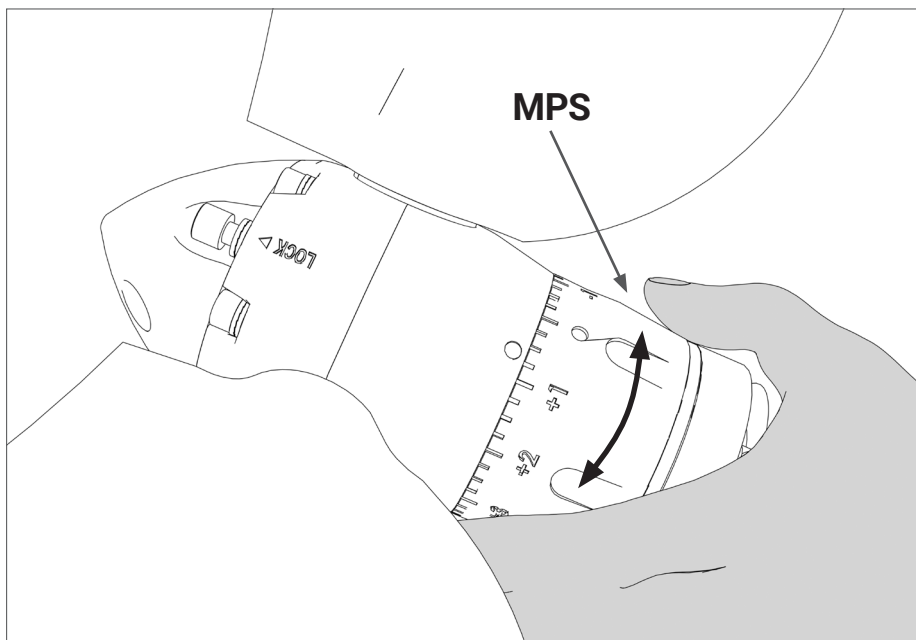

FIG. 25 | Regolazione del passo
- Per ottenere la variazione di passo desiderata, ruotare la ghiera allineando in maniera precisa la tacca selezionata con il simbolo "O" posto sul corpo elica (**Fig. 25**).